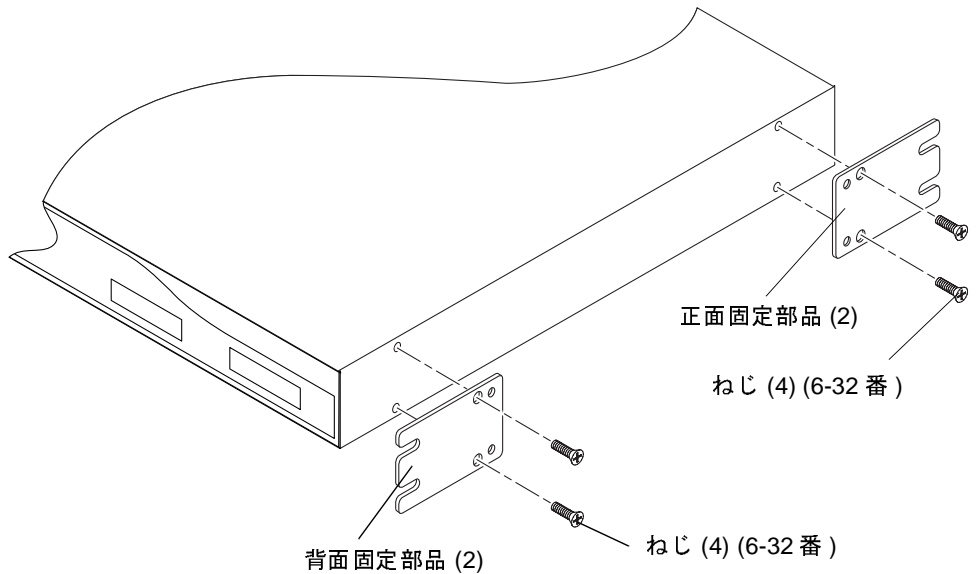

図 11 C3524 Ethernet スイッチの固定部品の取り外しと取り付け
7. プラスのねじ回し (Phillips の 2 番) を使用して、正面と背面の固定部品を固定している 2 つのねじを Ethernet スイッチから取り外します (図 11)。
2. プラスのねじ回し (Phillips の 2 番) を使用して、2 つのねじで正面と背面の固定部品を Ethernet スイッチに固定します (図 11)。